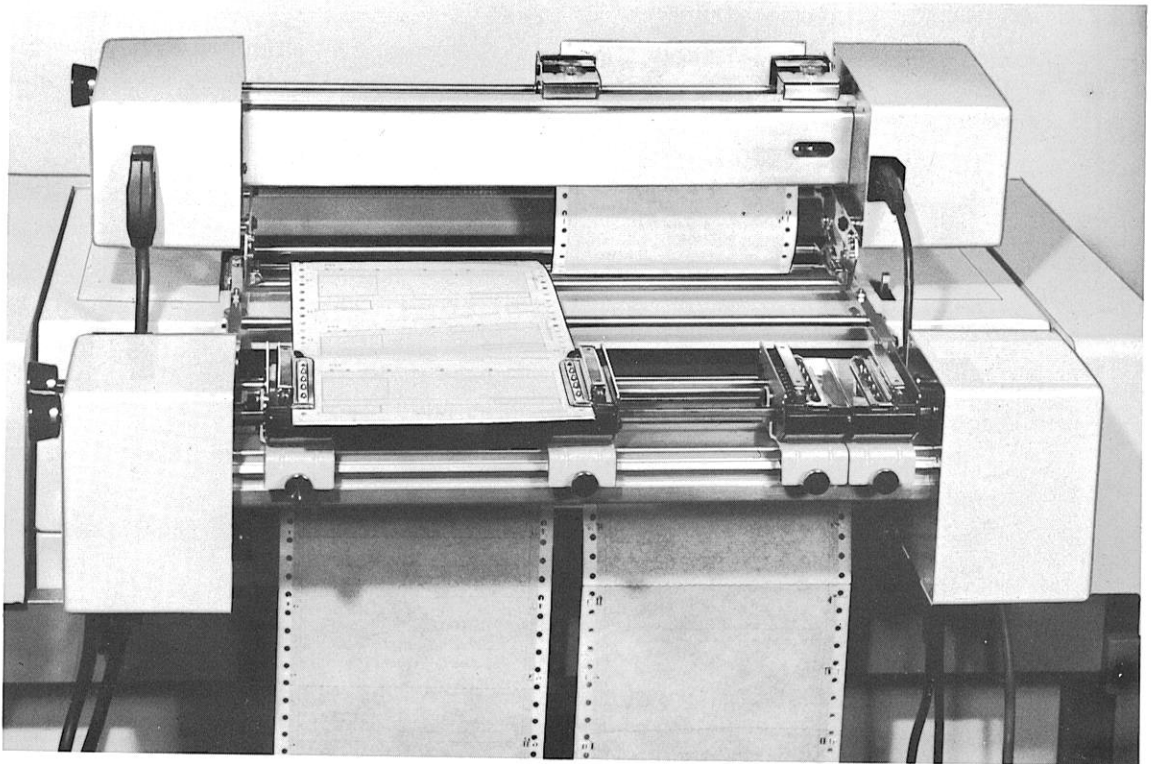
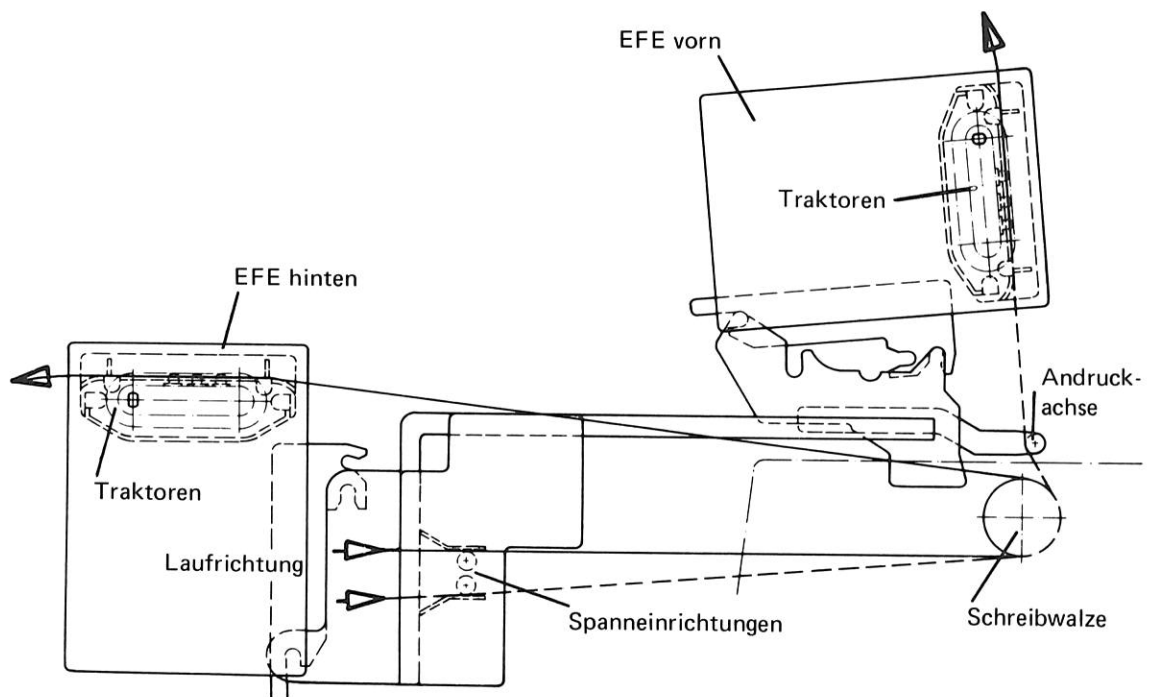

Abb. 8 Anordnung von 2 EFE
Abb. 9 Papierverlauf bei 2 EFE
Nachfolgend ist in den Abb. 8 und Abb. 9 die Anordnung von 2 EFE auf dem Drucker 2 dargestellt, einschließlich Papierverlauf.
- Sitzt die Endlosformulareinrichtung hinten, (Abb. 9, 15) läuft das Formular vom Traktorpaar über den unteren Ableitbügel in den Ablagekorb.